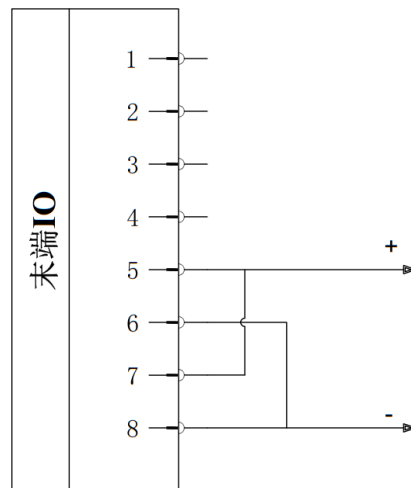

图 2-46: 双针模式 2 接线
- 接线方法：如图 2-46所示，将电源线（5 棕色）与 TI1/TO1/PWR1 线（7 绿色）连接，接地线（8 蓝色）与 TI0/TO0/GND1 线（6 白色）连接。